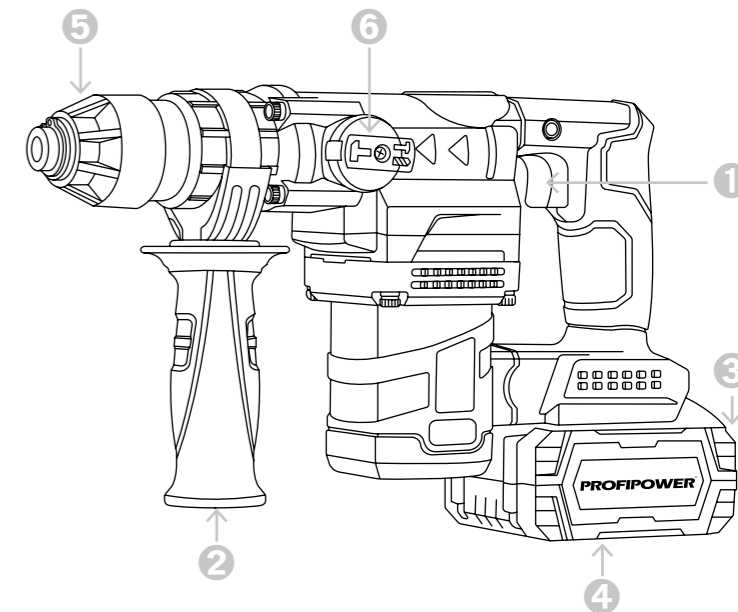

Рисунок 1.1. Устройство инструмента
ВНИМАНИЕ! Пользуйтесь электроинструментом только с дополнительной рукояткой «3» (рисунок 1.1.) Дополнительную рукоятку «3» можно повернуть в любое положение для удобства контроля инструмента и безопасной работы.
- 1 Для включения электроинструмента нажмите триггерный выключатель «1» (рисунок 1.1.) и держите его нажатым.
Нажмите на триггерный выключатель «1» (рисунок 1.1.) для включения лампы. Лампа будет светиться пока выключатель будет оставаться в нажатом положении.
ВНИМАНИЕ! Перед работой всегда проверяйте направление вращения. Пользуйтесь переключателем «2» только после полной остановки инструмента, чтобы избежать его повреждения. Для ударного сверления и для долбления всегда устанавливайте правое направление вращения. Направления вращения патрона можно изменять с помощью переключателя «2», при отпущенной клавише выключателя «1» (рисунок 1.1.). Для вращения вправо прижмите переключатель направления вращения влево до упора. Для вращения влево прижмите переключатель направления вращения вправо до упора.
ВНИМАНИЕ! Изменяйте режим работы только при выключенном электроинструменте! В противном случае электроинструмент может быть поврежден. Переключателем режимов «8» (рисунок 1.1.) выберите режим работы электроинструмента в соответствии с таблицей.